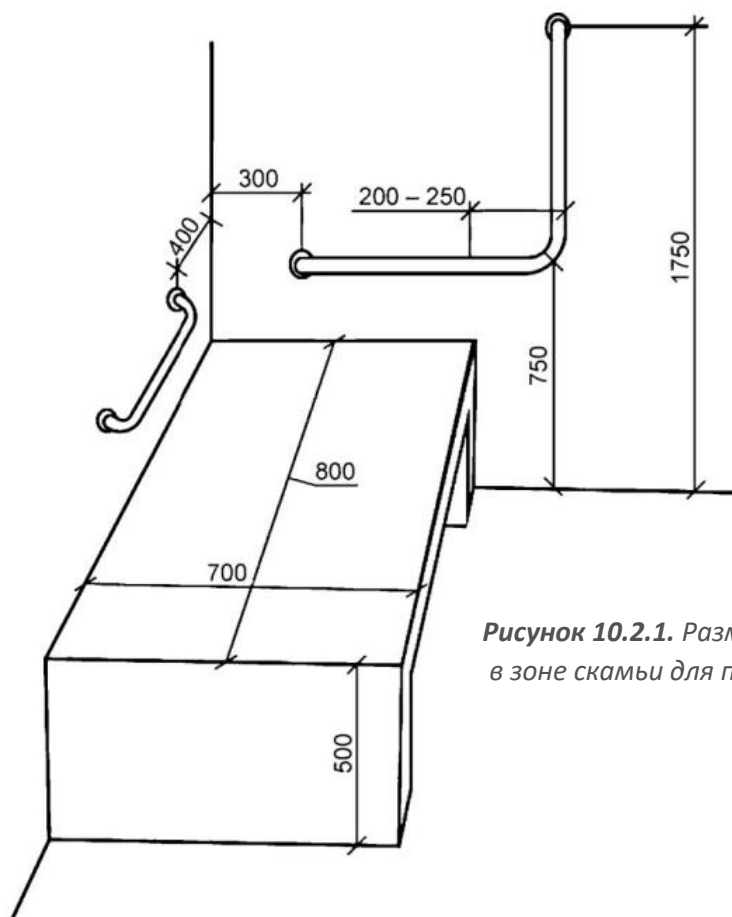

Рисунок 10.2.1. Размещение поручней в зоне скамьи для переодевания
- поручни в зоне скамьи для переодевания (рис. 10.2.1).